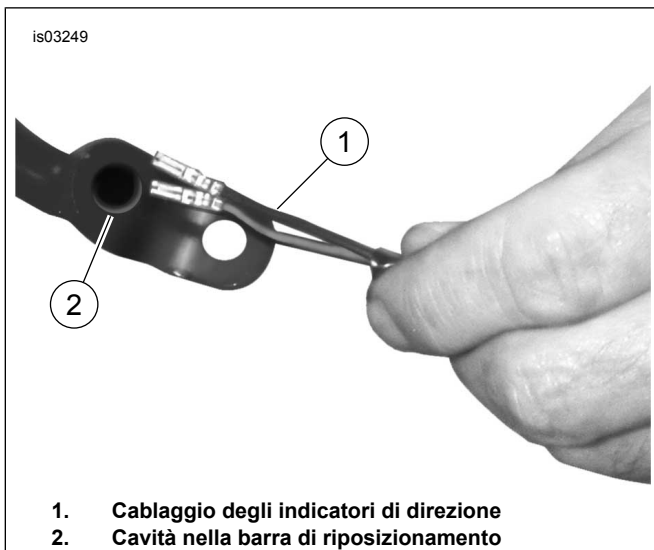

Figura 7. Disposizione del cablaggio nella staffa di riposizionamento
1. Vedere Figura 7. Disporre il cablaggio degli indicatori di direzione (1) attraverso la cavità della barra di riposizionamento degli indicatori di direzione (2).